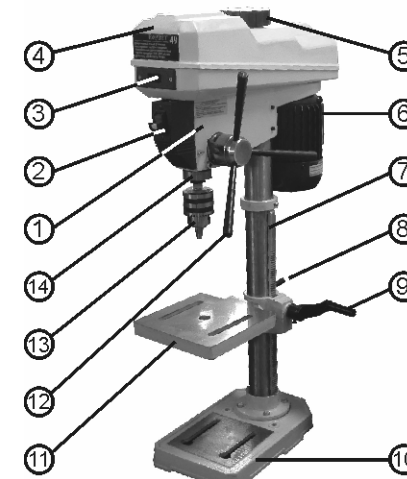

Рис.1
Станок вертикально - сверлильный состоит из следующих сборочных единиц и деталей Рис.1:
При использовании станка в стационарных условиях его необходимо закрепить на верстаке при помощи болтов (не комплектуется) через отверстия в основании (10), Рис.1, 2. Обязательно используйте при креплении плоскую и пружинную шайбы на каждый болт.
8.4. Аккуратно установите на колонну (7) сверлильную головку станка (1), Рис.1. Поворачивая головку (1), Рис.1, на колонне (7), убедитесь, что она села до упора, зафиксируйте ее на колонне (7), затянув винты (40).
8.5. Убедитесь, что стол (14) находится под углом 90° к узлу сверлильной головки (1), Рис.1, и сверлу.